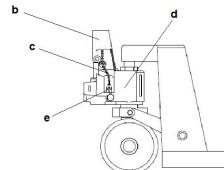

Figura 2
- Far passare la catena (c) (Figura 2) della maniglia (b) (Figura 2) attraverso il foro centrale del perno (a).
- Inserire la parte terminale della catena (c) (Figura 2) nella sede della staffa (e) Figura 2 e agganciarla con il dado che si trova all'estremità.